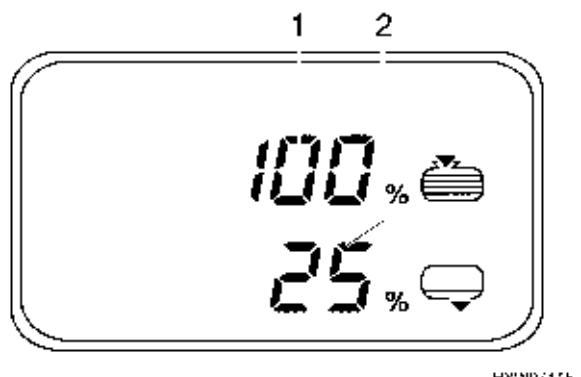

Fig. 133 Menu Serbatoio
- Premere il tasto (Fig. 129,9): appare il menu Serbatoio (Fig. 133).
- Livello del serbatoio dell'acqua (Fig. 133,1)
- Livello del serbatoio delle acque grigie (Fig. 133,2)
Il menu base appare e i simboli (Fig. 130,5, 10 o 11) iniziano a lampeggiare quando il serbatoio dell'acqua è vuoto oppure il serbatoio delle acque grigie è pieno. Inoltre nel menu Serbatoio lampeggia il valore corrispondente in percentuale (Fig. 133,1 o 2).